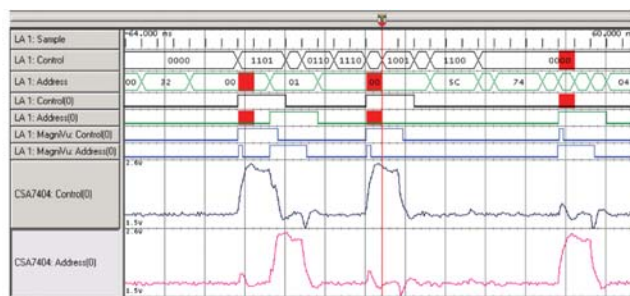

图 14. 使用 iView 测量功能显示的 Control(0)与 Address(0)之间的串扰
对前面的 Control (0) 和 Address (0) 中的串扰假设进行测试，图 14 表明，对于其中一个信号的每个前沿，在另一个信号上都有一个相应的正电压脉冲。这表明 Control (0) 和 Address (0) 之间确实发生了串扰。在相应结构接口中，相邻的运行信号或引脚处很容易发生串扰。与低频信号相比，高频信号和时钟边沿更易受串扰影响。这意味着对于较高的频率，过去始终适用于较低频率的设计实践也可能导致故障。尽管这两个示例中的总线带宽较窄，但仍可对传输上百个信号的总线使用逻辑分析仪毛刺触发功能。分析仪会检查每个信号线以寻找毛刺。如果它标记了一个毛刺，集中解决该问题，直到可以确定毛刺的来源。